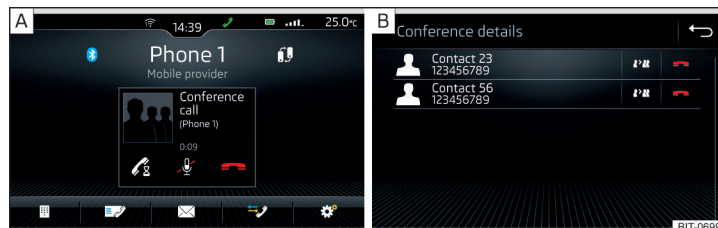

Fig. 204 Conférence / détails de la conférence
- ▶ Pendant la conférence en cours, actionnez la touche de fonction **☎** » fig. 204
Une liste des autres participants à la conférence s'affiche. Les fonctions suivantes peuvent être sélectionnées en fonction du type de téléphone » fig. 204